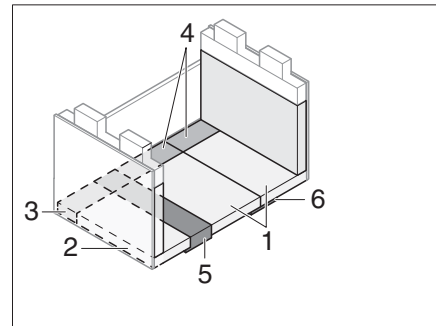

Bild 185 Nach dem Umbau
- Sitz-, Rücken- und Zusatzpolster wie in Bild 185 gezeigt auflegen.
- ▷ Um einen höheren Liegekomfort zu erreichen, kann die Polster-Beilage aus dem Rückenpolster (Bild 185,2) entfernt werden.